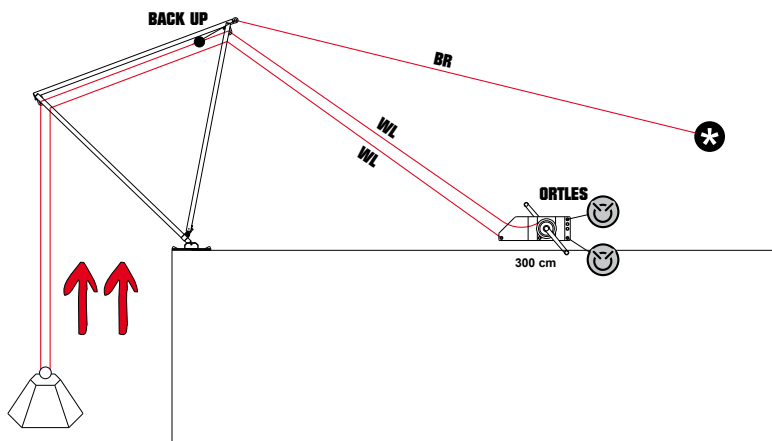
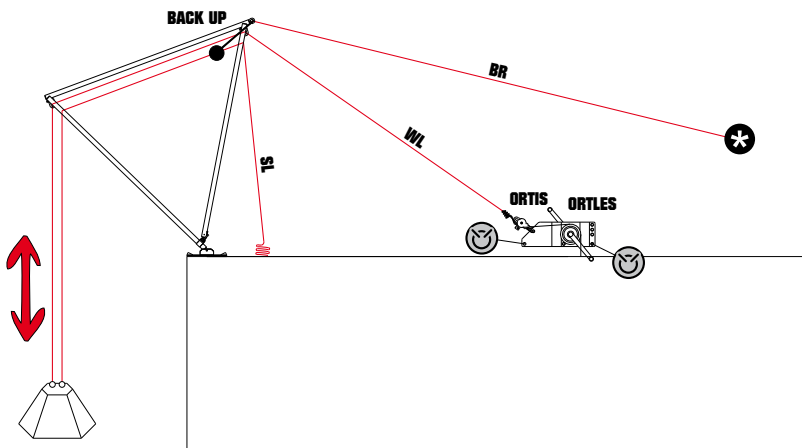

Abb. 15
Abb. 16
- Abseilen und Bergung mit einfachem (Abb. 15) und doppeltem Seil (Abb. 16),